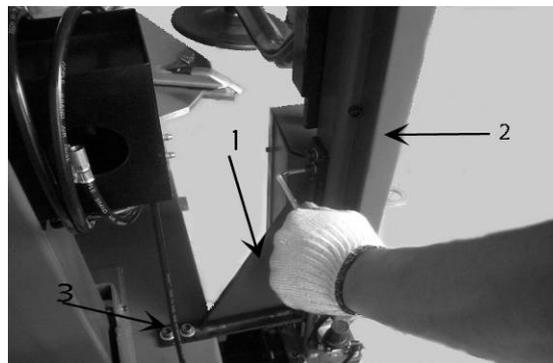

Рис. 32
6.1.5 Используйте фиксирующий опорный кронштейн (рис. 32), чтобы соединить кронштейн корпуса с корпусом, вставьте винт для фиксации.